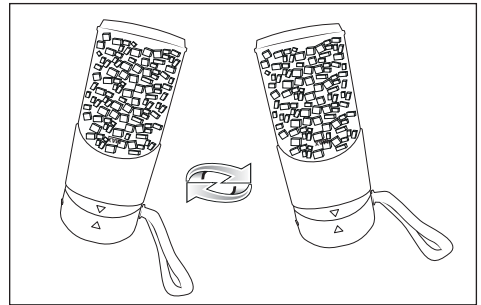

Abb. 1
- 4) Drehen Sie das Gerät um, so dass der Deckel **1** nach unten zeigt. Damit sich die Zutaten besser verteilen, können Sie das Gerät bewegen, während es die Lebensmittel zerkleinert. Halten Sie das Gerät fest in der Hand und schwenken Sie es seitlich hin und her (siehe Abb. 1). Achten Sie darauf, dass sich der Deckel **1** nicht vom Mixbecher **6** löst.